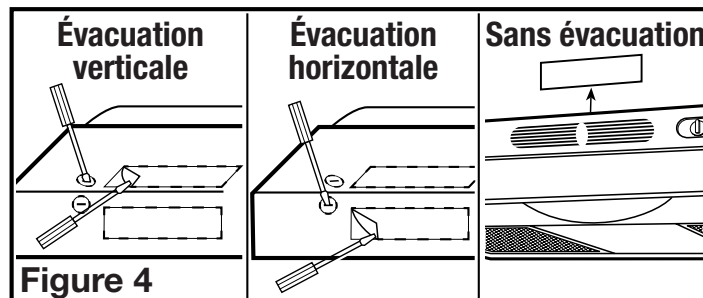

Figure 4
- 2a. Évacuation horizontale ou verticale :** Retirez la pièce rectangulaire défonçable. Pour ce faire, insérez un tournevis dans le pourtour et brisez les attaches qui le retiennent. Enlevez ensuite la pièce avec des pinces (**Figure 4**).
- 2b. Sans évacuation :** Soulevez et retirez le panneau de l'évent situé derrière la grille, exposant ainsi l'entrée d'air frontale. N'utilisez pas de tournevis ni tout autre objet qui pourrait égratigner la hotte (**Figure 4**).
- Déterminez par où les fils entreranno dans la hotte et retirez l'entrée électrique défonçable appropriée. Pour ce faire, insérez un tournevis dans la fente et faites un mouvement de va-et-vient jusqu'à ce que la pièce se détache (**Figure 4**).
REMARQUE : INSTALLATION SANS ÉVACUATION SEULEMENT, Si ce n'est déjà fait, retirez le panneau de l'évent situé derrière la grille (Figure 4).